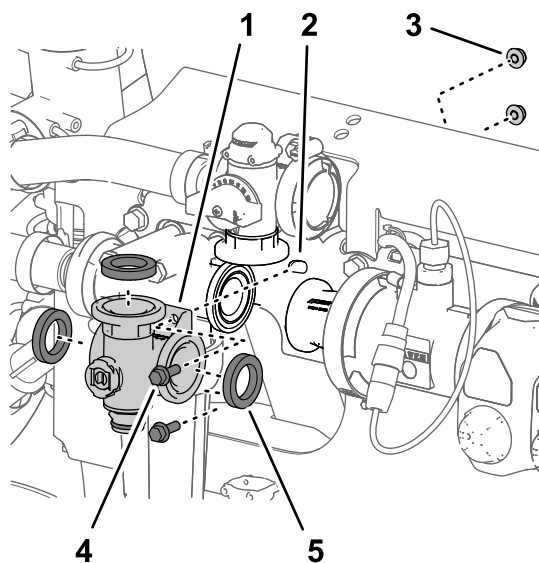

**Figura 123**
1. Retire o pino de ligação rápida que prende o acoplador de ligação rápida para o tubo da agitação ao coletor para a válvula de agitação (Figura 123).
- Retire as 3 braçadeiras da flange que prendem o coletor da válvula de agitação às flanges da cabeça do filtro de pressão e ao adaptador do acoplamento (Figura 123).